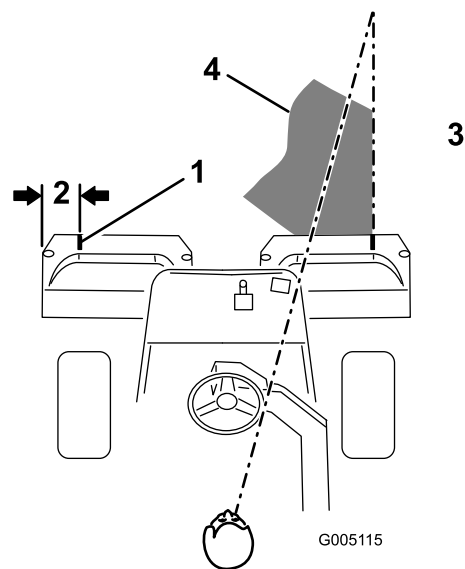
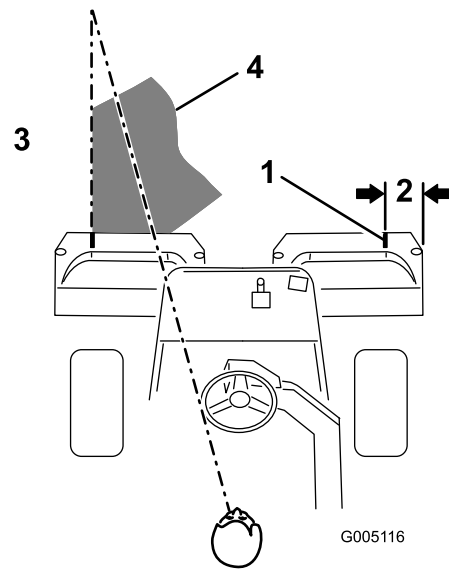

図 22
図 23
2. その位置に白色テープか白ペンキで集草箱の縁と平行に目印を入れる（図 22）。
3. 行きと帰りでのオーバーラップができるだけ小さくなるように運転します。隣の列との距離を一定に保って直進するには、本機の前方約2～3mを視野に捕らえておくのがポイントです（図 22および図 23）。ハンドルを目印にして距離を合わせても良いでしょう。その場合、ハンドルの縁と本機前方の目標ラインとを重ねて見ながら運転します（図 22および図 23）。